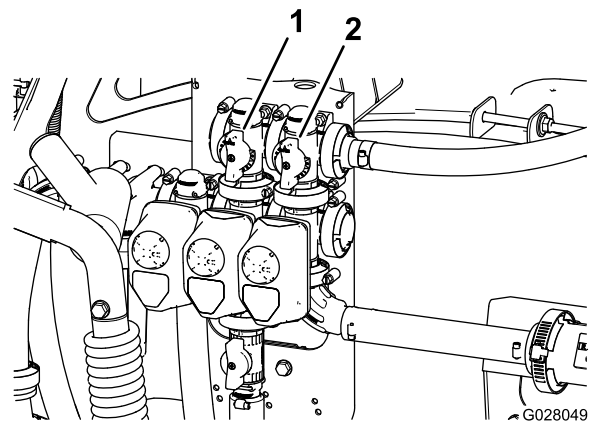

图 23
11. 调节搅拌阀背面的搅拌旁通阀图 23 直至压力表上的读数为 6.9bar(100 psi)。
9. 调节主喷洒臂段旁通阀手柄控制药缸中的搅拌量图 23。